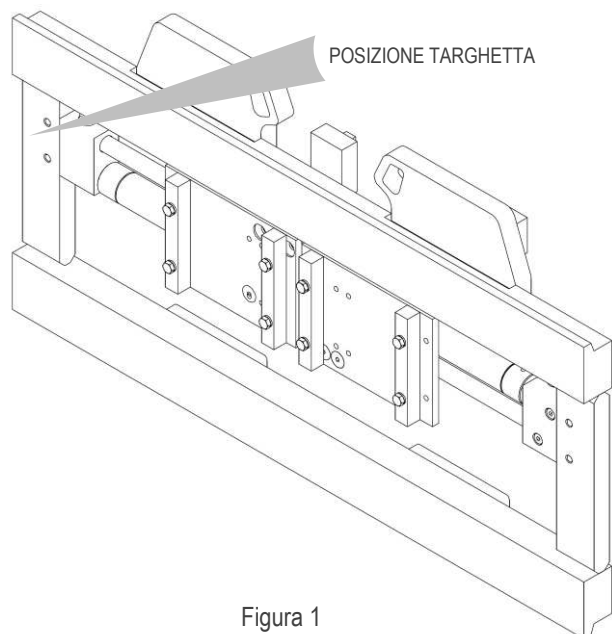
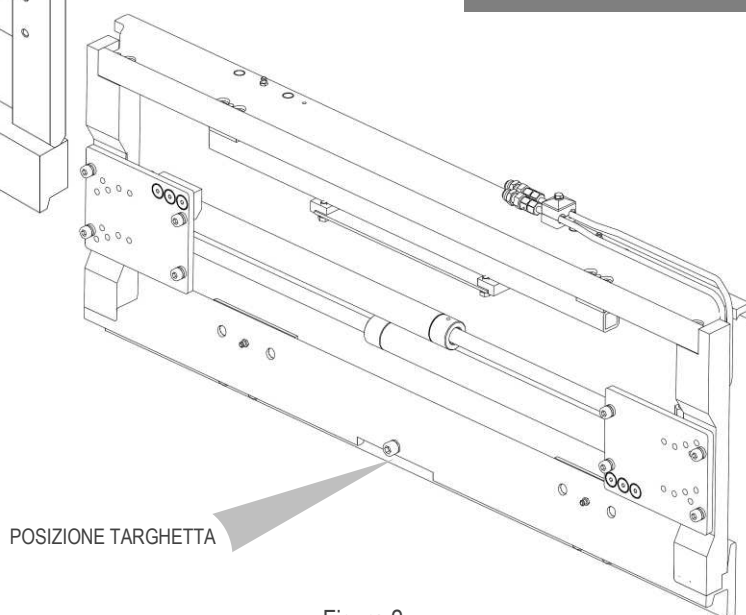

Figura 1
Figura 2
Tutte le attrezzature A.T.I.B. – POSIZIONATORE FORCHE TIPO 575 / 577 / 475 / 476 vengono identificate mediante targhetta adesiva (vedi *Tabella 1*) posizionata sull'attrezzatura (vedi *Figura 1* e *Figura 2*), fare sempre riferimento al numero di matricola.
5. Per la movimentazione utilizzare cinghie o catene opportunamente dimensionate rispetto al peso dell'attrezzatura, indicato in targhetta (vedi *Figura 1* e *Tabella 1* a pag.6).
10. Collegare il circuito idraulico, assicurandosi che la pressione di esercizio delle tubazioni sia superiore o uguale a quella indicata sulla targhetta di identificazione (vedi *Figura 1* e la *Tabella 1* a pag.6).
6. Per la movimentazione utilizzare cinghie o catene opportunamente dimensionate rispetto al peso dell'attrezzatura, indicato in targhetta (vedi *Figura 1* e la *Tabella 1* a pag.6).